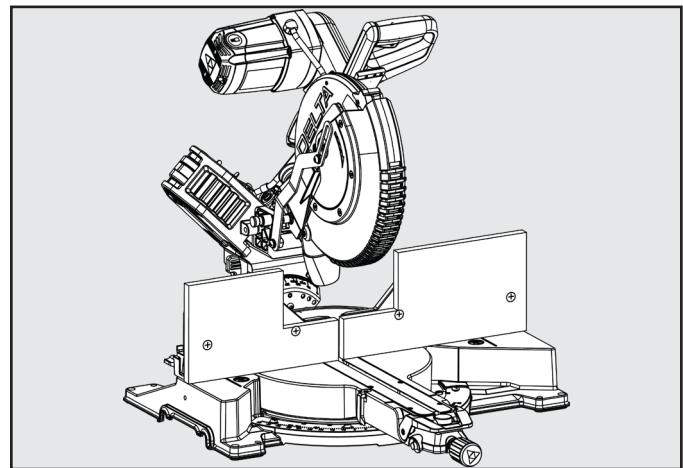

Figure 25
- Placez le bois du guide auxiliaire contre le guide de la scie à onglets. Voir figure 25. La hauteur maximale du bois ne doit pas dépasser 6,5 po. Assurez-vous que le guide auxiliaire ne touche pas à la tête de la scie lorsqu'elle est en sa position la PLUS BASSE ainsi que lorsqu'elle est en sa position la PLUS RETIRÉE.